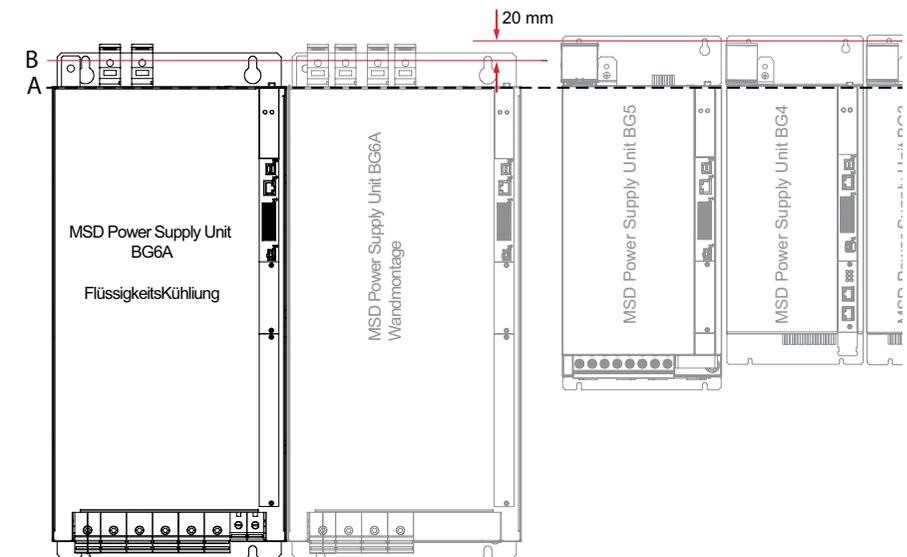

Bild 3.13 Ausrichtung DC-AC Servoregler an Versorgungseinheit BG6A (Beispiel)
- Richten Sie alle DC-AC Servoregler und die Versorgungseinheit BG6A auf einer Linie entlang der Geräte-Oberkante aus (siehe Linie A in Bild 3.13). Versetzen Sie die Montagebohrungen des DC-AC Servoregler BG6A und der Versorgungseinheit BG6 um ca.20 mm nach unten (siehe rote Linie B in Bild 3.13). Das ist notwendig, um die DC-Link Verbindungen durchführen zu können.